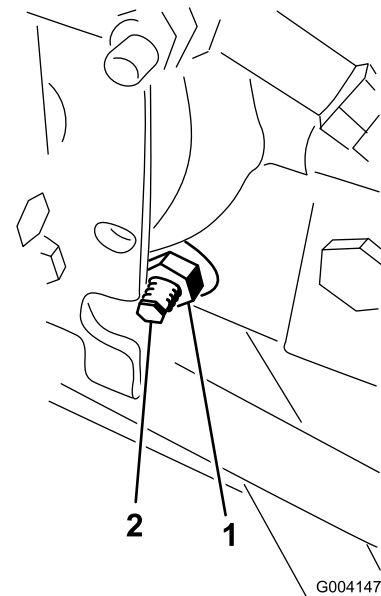

図 63
3. ハイドロスタットの右側にあるトラクション調整カムのロックナットをゆるめる 図 63。